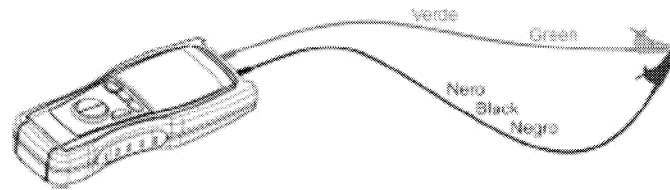

Fig. 9: Tilslutning af instrumentets terminaler ved kalibrering.
- Kortslut kabelenderne med hinanden som vist i Fig. 9. Kontroller at metaldelene på testproberne og krokodillenæb er godt forbundet.